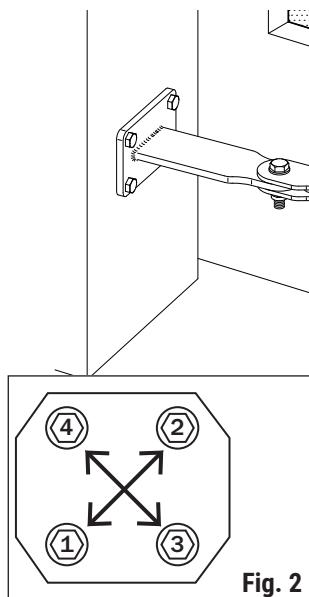

Fig. 2
- Move the gate into the fully open position and adjust the gate open mechanical stop [C], tightening the screws as shown in fig. 2.
- Das Tor in maximal geöffnete Position bringen und den mechanischen Feststeller in Öffnung [C] einstellen, indem man die Schrauben festzieht, wie in Abb. 2 gezeigt.
- Porter le portail en position d'ouverture maximale et régler le fermoir mécanique en ouverture [C], en serrant les vis comme indiqué en fig. 2.
- Coloque la cancela en la posición de apertura máxima y ajuste el retén mecánico de la apertura [C], apretando los tornillos como se indica en la fig. 2.
- Leve o portão em posição de máxima abertura e ajuste o retentor mecânico na abertura [C], apertando os parafusos conforme mostrado na fig. 2.